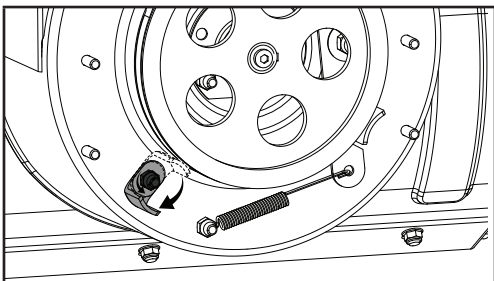

Figure 41
7. Dévissez le boulon sur le protège-courroie (figure 41).